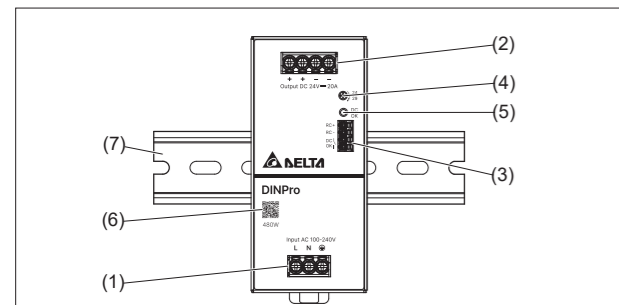

Figure 1
2. Description de l'appareil (Fig. 1)
- Potentiomètre de réglage de tension continue (CC)
4.1. Raccordement d'entrée (Fig. 1 (1), Fig. 5)
La connexion au 100-480 Vca s'effectue par les bornes L, N et PE (terre de protection) du bornier d'entrée (voir Fig. 1(1)).
4.2. Raccordement de sortie (Fig. 1 (2))
Utilisez les bornes à vis « + » et « - » pour relier au 24 Vcc ou 48 Vcc. Le voyant DEL OK vert indique le bon fonctionnement de la sortie (Fig. 1 (5)).